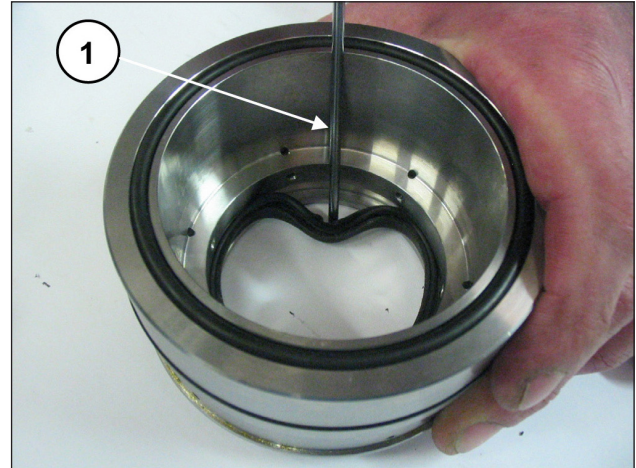

Abb. 199
Zur Abnahme der ND-Dichtung müssen Sie eine Fühlerlehre oder ein ähnliches Werkzeug verwenden, das den Sitz des Dichtungshalters nicht beschädigt (Pos. ①, Abb. 199).